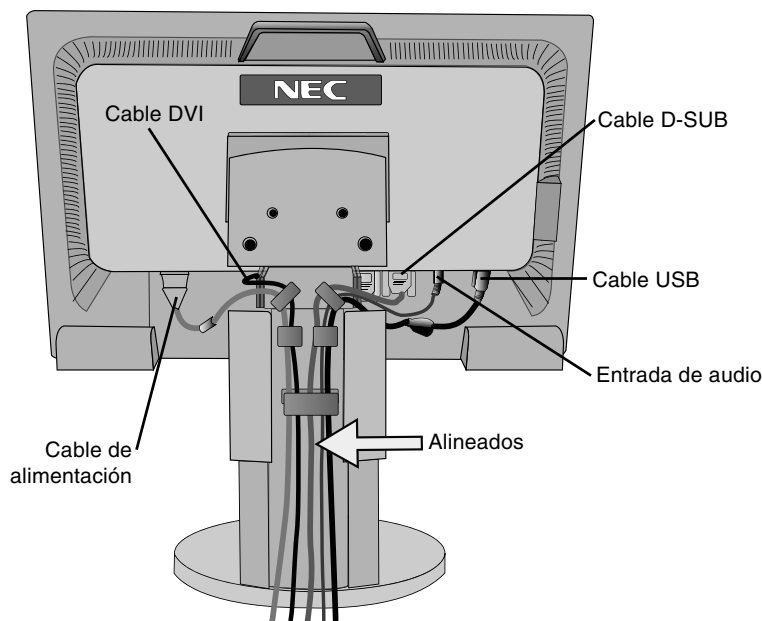
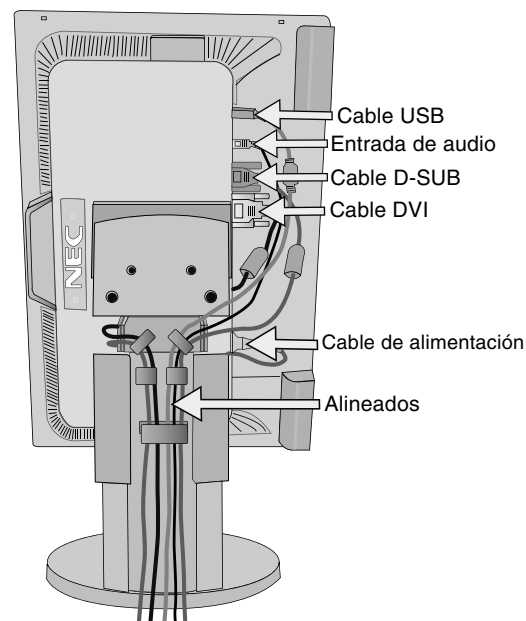

Figura C.2
Figura C.3
5. Para mantener los cables bien ordenados, colóquelos en el sistema de conducto para cables incorporado en el soporte. Introduzca el cable de alimentación y los cables DVI en los corchetes correspondientes, como se indica en la **figura C.2/ figura C.3**. Introduzca el cable D-Sub y los cables USB en los corchetes correspondientes, como se indica en la **figura C.2./figura C.3**.
6. Asegúrese de que todos los cables quedan bien alineados con el soporte (**figura C.2./figura C.3**). Mientras lo esté haciendo, compruebe que la pantalla del monitor se puede inclinar, subir, bajar y girar bien.